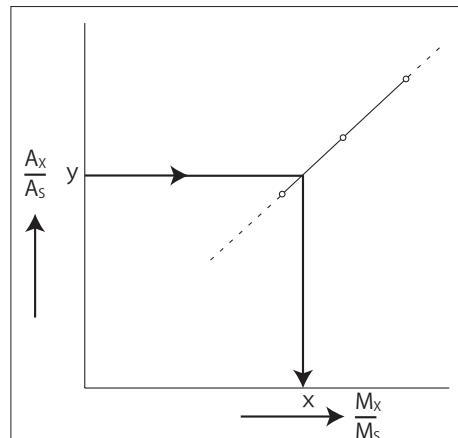

図7. 内標準法による検量線
- (1) 一定濃度の内標準物質\*2を含む、3段階以上の濃度の分析対象成分希釈標準液を調製します。
- (2) 各希釈標準液を一定量導入し、クロマトグラムを記録してピーク面積を測定します。
- (3) 導入された分析対象成分の量( $M_x$ )と内標準物質の量( $M_s$ )との比( $M_x/M_s$ )を横軸に、分析対象成分のピーク面積( $A_x$ )と内標準物質のピーク面積( $A_s$ )との比( $A_x/A_s$ )を縦軸にして、図7に示すような検量線を作成します。なお、検量線は測定点を代表するように引きます。
- (4) サンプル溶液に、希釈標準液と同じ濃度になるように内標準物質を既知量添加\*3した測定用サンプル溶液を調製します。このとき、分析対象成分のピーク面積( $A'_x$ )と、内標準物質のピーク面積( $A'_s$ )との比( $A'_x/A'_s$ )が検量線の範囲内になるようにします。この測定用試料溶液を希釈標準液と同一条件の下で導入してクロマトグラムを記録します。
- (5) クロマトグラムから分析対象成分のピーク面積( $A'_x$ )と内標準物質のピーク面積( $A'_s$ )との比( $A'_x/A'_s$ )を算出し、検量線から分析対象成分量と内標準物質の量の比を求め、導入された内標準物質の量から分析対象成分の量を算出します。これからサンプル中の分析対象成分の濃度を求めます。